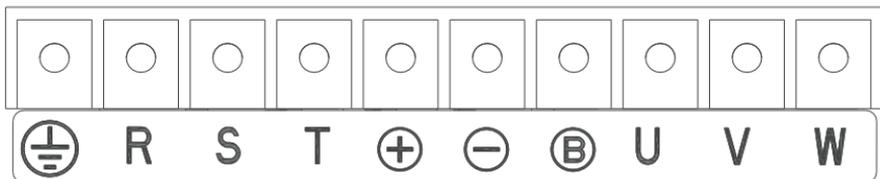

图5-2-3 主回路端子NVF3G-37QZ~NVF3G-45QZ
c) 三相380V系列(NVF3G-37QZ~NVF3G-45QZ)如图5-2-3